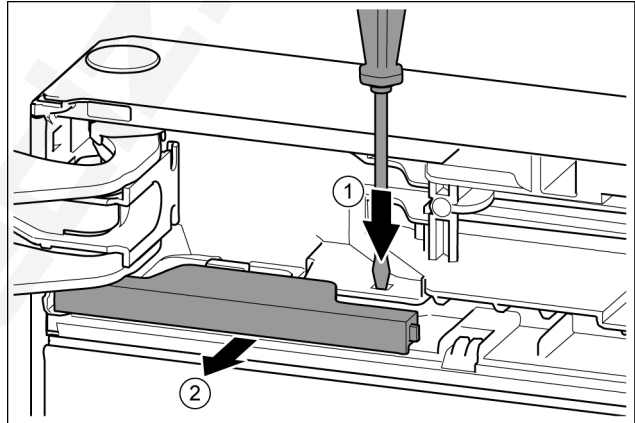

Fig. 14
- ▶ Nyomja a fedőlemezt csavarhúzóval. Fig. 14 (1)
- ▶ Húzza ki a fedelet a reteszelésből. Fig. 14 (2)